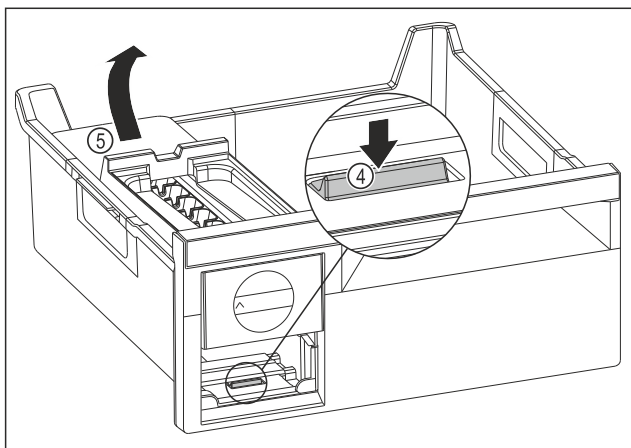

Fig. 83
- ▶ Vyjmutí korpusu EasyTwist-Ice: Lamelu Fig. 83 (4) zatlačte prstem směrem dolů a zároveň nadzvedněte druhou rukou korpus EasyTwist-Ice Fig. 83 (5) zezadu.